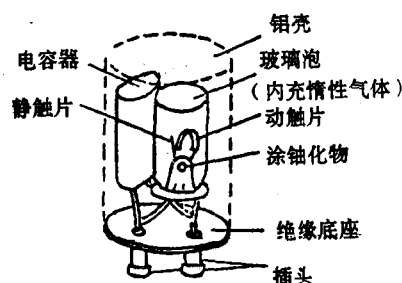

图 1-2 起辉器
(3)起辉器 在起辉器的氖泡内有一个固定的静止触片和一个双金属片制成的倒U形触片。双金属片由两种膨胀系数差别很大的金属薄片结合而成,动触片与静触片平时分开,两者相距离1/2 mm左右,其构造如图1-2所示,与氖泡并联的低介电容器,容量在5 000 pF左右。它的作用:①与镇流器线圈组成LC振荡回路,能延长灯丝预热时间和维持脉冲放电电压;②能吸收干扰收录机、电视机等设备杂波信号。检查起辉器可用万用表RX10 k档,用两表笔测量起辉器的插头时,指针先微小摆动然后回到原来地方,此起辉器是好的。若万用表测量有阻值,说明电容器有漏电,漏电厉害,可去掉电容器,起辉器仍可用。若万用表测量的阻值很小,可能低介电容器击穿,去掉电容器,万用表指针回到原处,此起辉器仍可使灯管正常发光;若万用表指针不回到原处,说明氖泡动、静触片粘连,要更换起辉器。